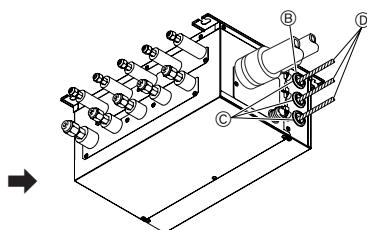

Fig. 9-2
3. Passer les câbles dans le boîtier de dérivation. (Fig. 9-2)
5. Raccorder solidement chaque câble au bloc de raccordement approprié. (Fig. 9-2)
7. Lorsque le boîtier de dérivation est installé à l'extérieur, vérifier que les entrées des câbles sont scellées à l'aide de mastic pour empêcher toute infiltration d'eau. (Fig. 9-2)